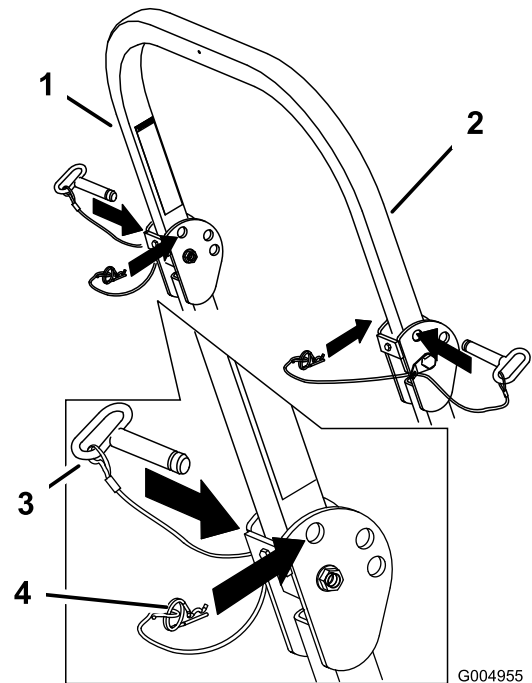

Figura 6
1. Retire los pasadores de horquilla y retire los dos pasadores (Figura 6).
3. Instale los dos pasadores y fíjelos con los pasadores de horquilla (Figura 6).
4. Para elevar la barra anti-vuelco, retire los pasadores de horquilla y retire los dos pasadores (Figura 6).
5. Eleve la barra anti-vuelco a la posición vertical, instale los dos pasadores y fíjelos con los pasadores de horquilla (Figura 6).